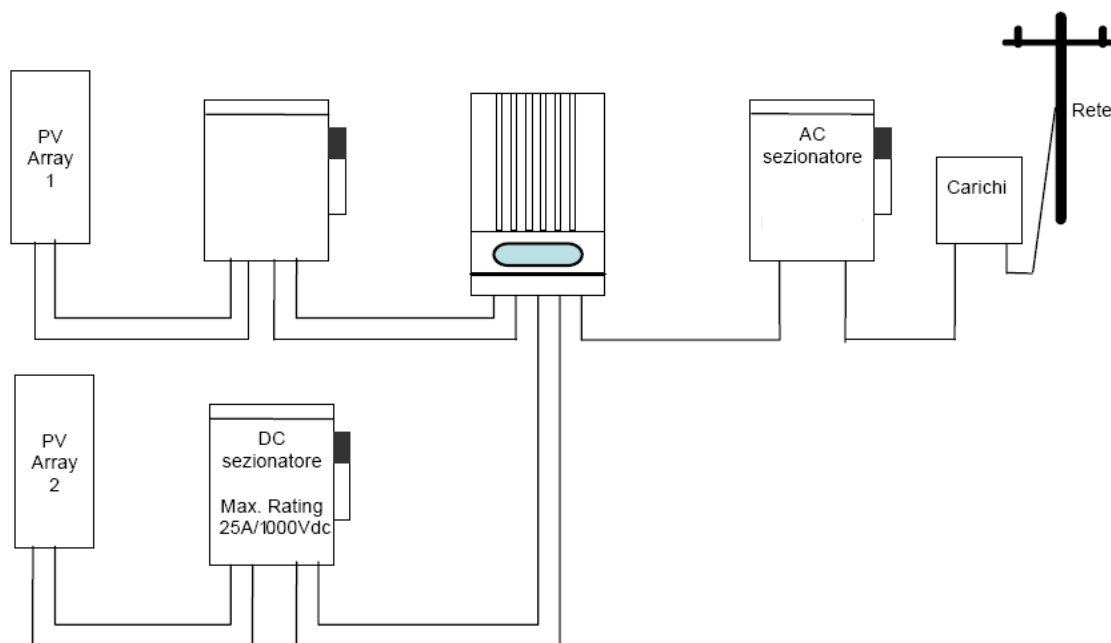

Fig.9 Diagramma di collegamento
**NOTA:** In accordo allo schema tipico di montaggio (Vedi Fig.9), sul ramo di uscita in Ac, deve essere inserito fra AURORA e la rete di distribuzione un dispositivo di sezionamento, costituito da un interruttore automatico magnetotermico. Le caratteristiche del dispositivo di sezionamento o dell'interruttore automatico sono 25 A e 440 V. Il dispositivo può essere di tipo tripolare (se l'inverter utilizza la lettura a tre fili) o tetrapolare (se l'inverter utilizza la lettura a quattro fili)